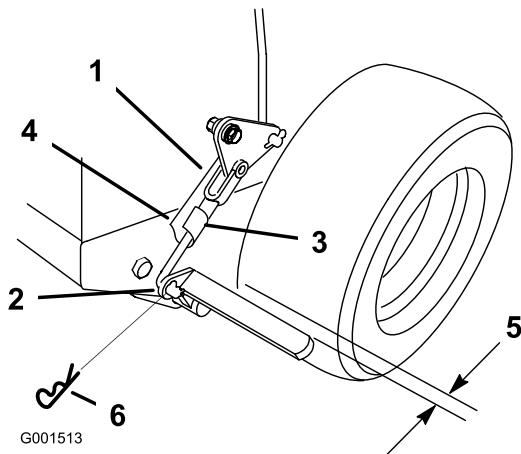

Bild 41
3. Entfernen Sie den Federsplint aus dem Bremsenunterlenker (Bild 41).
Sie den Bremsgestängebügel nach links aus dem Bügel heraus, um die Feststellbremse zu lösen (Bild 41).
Hinweis: Bei gelöster Feststellbremse sollte der Abstand zwischen dem Reifen und der flachen Stange ca. 6 mm sein (Bild 41).
5. Befestigen Sie den Unterlenker mit dem Splint und dem Lastösenbolzen am unteren Bremshebel (Bild 41).